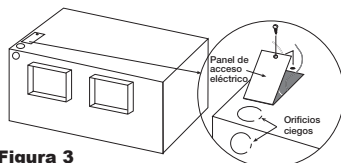

Figura 3
2. Retire la pieza desmontable del cableado superior o lateral, dependiendo de la dirección del cableado, doblándola de un lado a otro para romper las lengüetas, como se muestra en la Figura 3.